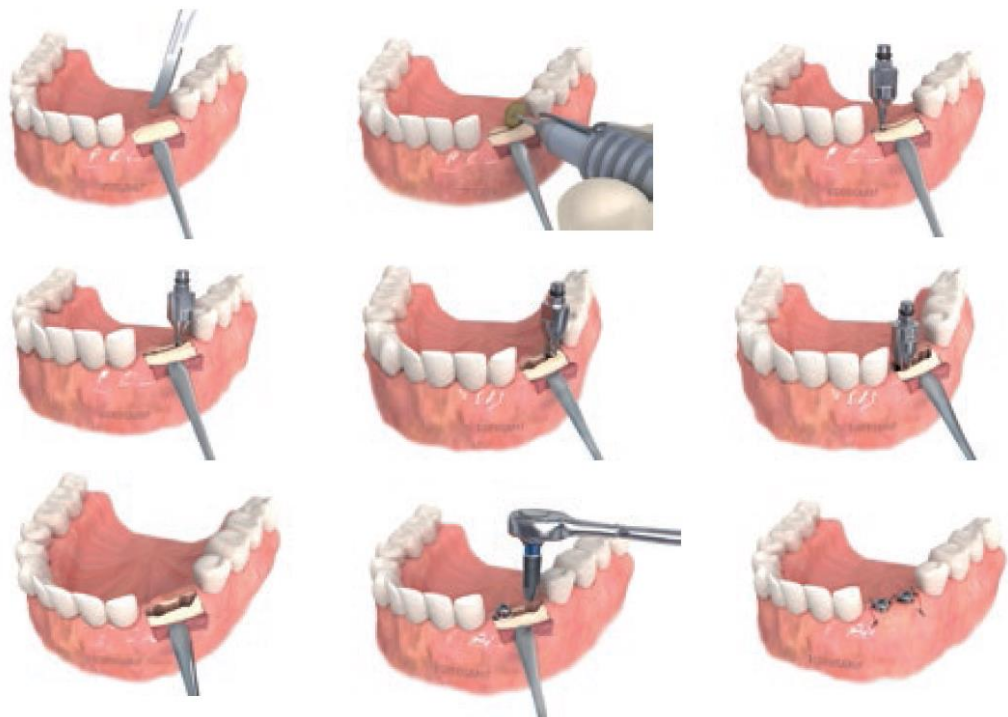

Figura 2: Pasos principales de la secuencia de utilización de los expansores para la realización “Cortical Split”.
B) Instrucciones de uso. Cortical Split con expansores (Figura 2):